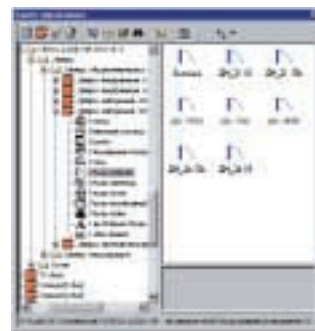

Рис. 7
2. Загрузка стилей окон (дверей) с помощью *Центра управления* (Design Center). Принцип тот же — надо открыть необходимый DWG-файл и выбрать из него *Стили Дверей* (либо *Стили Окон*). Далее методом Drag&Drop необходимые стили "перетаскиваются" в текущий рисунок (рис. 7).